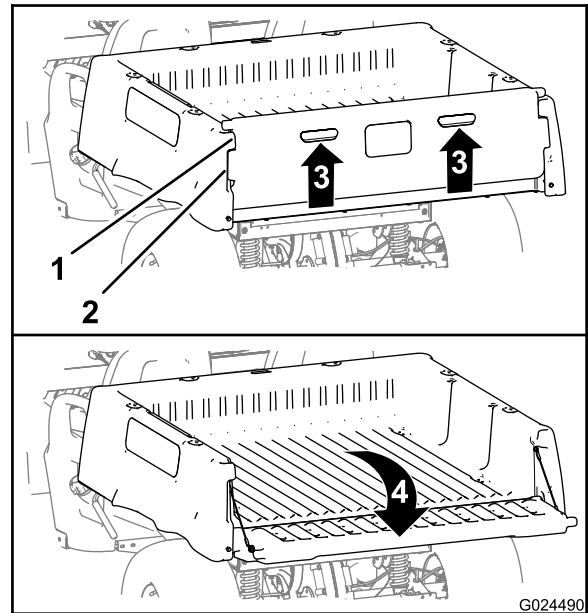

Figure 13
2. Passez les doigts dans les poignées du panneau arrière pour le soulever (Figure 13).
3. Alignez les bords de verrouillage du panneau arrière sur les ouvertures entre les bords de verrouillage sur le plateau de chargement (Figure 13).
4. Faites pivoter le panneau arrière vers l'arrière et le bas (Figure 13).
- Faites pivoter le panneau arrière vers le haut et l'avant jusqu'à ce que les bords de verrouillage du panneau arrière soient de niveau avec le creux dans le plateau de chargement (Figure 13).
- Abaissez le panneau arrière jusqu'à ce qu'il soit de nouveau engagé à l'arrière du plateau de chargement (Figure 13).